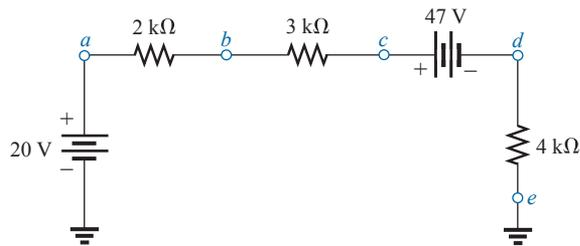

Figura 5.120 Problema 37.
- 37. Para o circuito mostrado na Figura 5.120, determine as tensões a seguir: